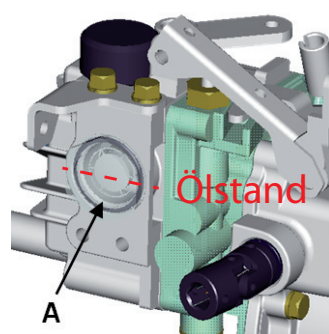

Bild 23
- Der Ölstand muß in der Mitte Abbildung A Bild 23 liegen.